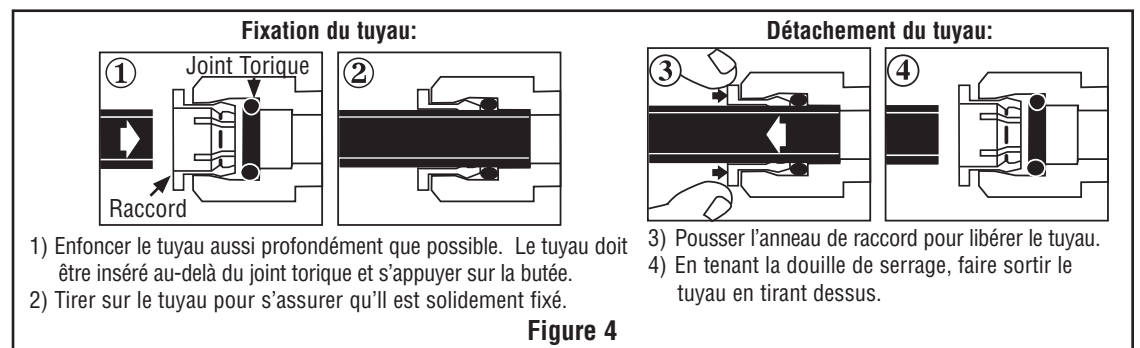

Figure 4
5. Raccorder l'entrée du système à la canalisation d'entrée d'eau tel qu'illustré dans le guide du raccordement à pousser. (Figure 4)
2. Retirez le filtre usagé en suivant les instructions comme montrées à la figure 4.
3. Joignez le port d'entrée du filtre à la conduite d'eau d'arrivée comme illustré à la figure 4.